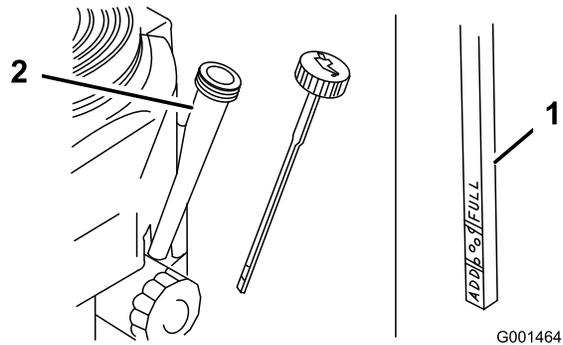

Figura 31
5. Desenrosque la varilla de aceite y limpie el extremo (Figura 31).
6. Deslice la varilla a fondo en el tubo de llenado, pero no la enrosque en el tubo (Figura 31).
4. Limpie alrededor de la varilla de aceite (Figura 31) para impedir que caiga suciedad por el orificio de llenado y cause daños en el motor.
- Vierta lentamente un 80% aproximadamente de la cantidad especificada de aceite por el tubo de llenado (Figura 31).